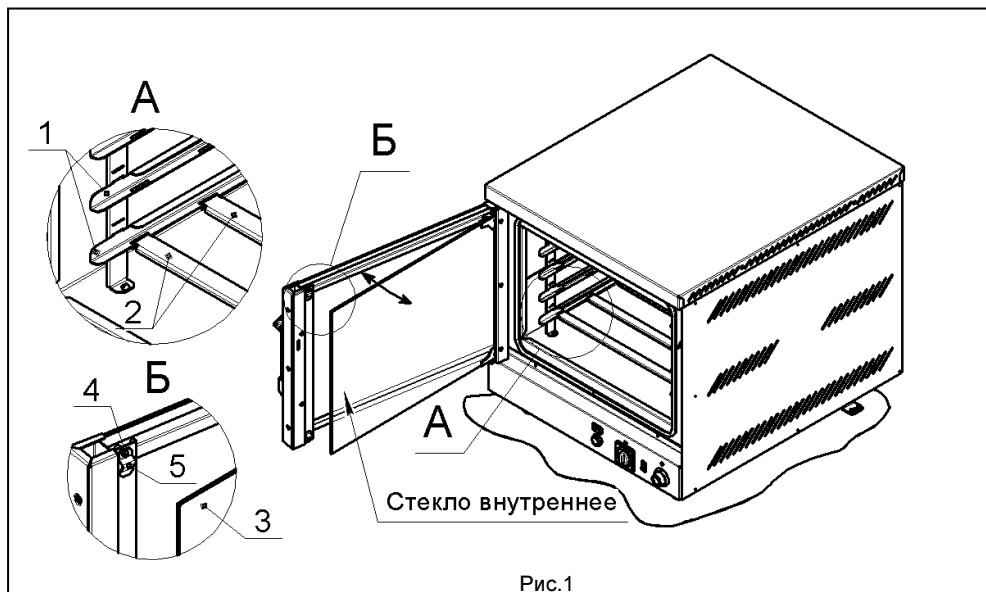

Рис.1
При эксплуатации печей ПКУ-530, Вы можете вместо противней с размерами GN1/1 использовать противни с размерами 435x330мм, а при эксплуатации (см. табл. 2). Для этого необходимо в пазы кронштейнов уровней 1 установить дополнительные кронштейны 2, как показано на виде А, рис. 1.
Для доступа к внутренним поверхностям стекол дверки, внутреннее стекло можно открыть. Для этого достаточно ослабить винты 4 (вид Б, рис. 1) и отвести флажки 5, фиксирующие внутреннее стекло в закрытом положении.
7.2 Стёкла дверки всегда должны быть чистыми. Для доступа к внутренним поверхностям стекол дверки, внутреннее стекло можно открыть. Для этого достаточно ослабить винты 4 (вид Б, рис. 1) и отвести флажки, фиксирующие внутреннее стекло.